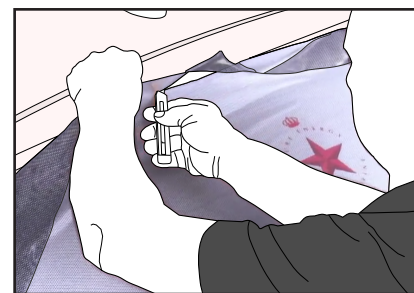

Figure 17
- › Couper le haut du film pour ne laisser qu'1 à 2 cm de film dépasser de la vitre. (FIG. 17)